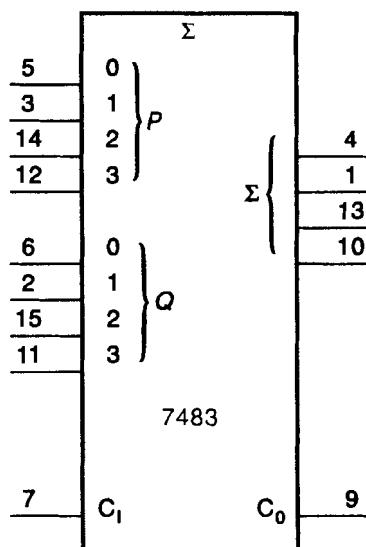

FIGURA 5-19
1. Consultese la figura 5-19. Para la suma, déjese el número $B_4B_3B_2B_1$ sin cambio, pero use el complemento a uno del sustraendo para la resta. Una compuerta OR exclusivo invierte los datos (complemento a uno) cuando la entrada de control es ALTO. Las compuertas OR exclusivo serán empleadas para invertir a $B_4B_3B_2B_1$ cuando se haga la resta. Para ello se necesita una señal de control que sea 1 para la resta y 0 para la suma. $A_4A_3A_2A_1$ será conectado directamente al 7483.